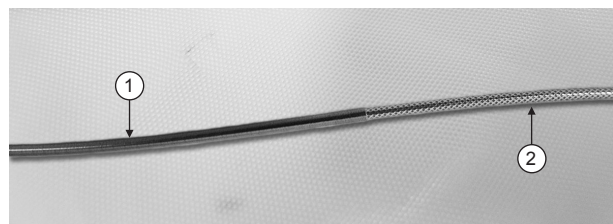

Figura 3. Bainha externa retrátil prateada e bainha de isolamento dourada
- Nota:** Caso utilize uma segunda mão para segurar no sistema de entrega, apoie suavemente o sistema de entrega na bainha de isolamento dourada (1). Não comprima a bainha externa retrátil (2) durante a abertura. Ver **Figura 3**.